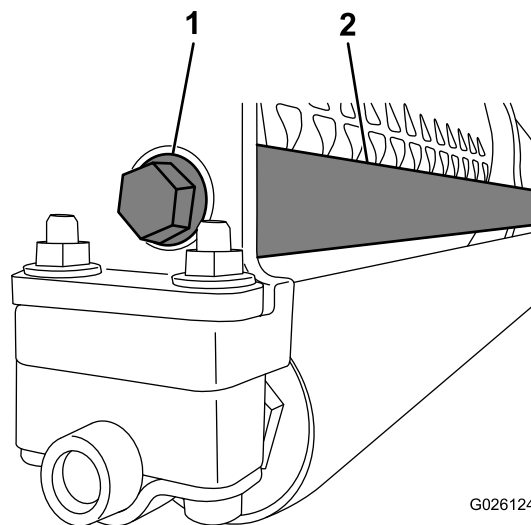

Рисунок 15
4. Прикрепите резьбовой конец утяжеляющего бруса к раме с помощью болта с фланцевой головкой (Рисунок 15).